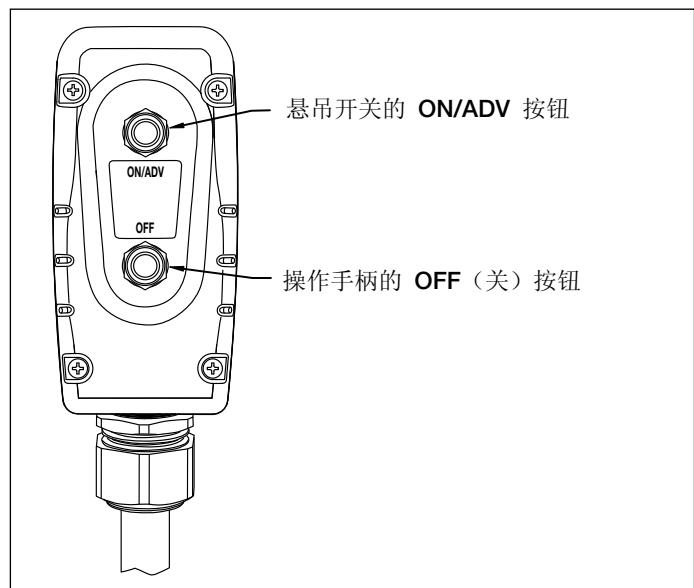

图 8 – 悬吊开关按钮
- 要启动泵，请按下悬吊开关上的“ON/ADV”按钮。请参见图 8。电机将自动启动，且扳手将开始推进。只要按住此按钮，扳手就会一直前进。